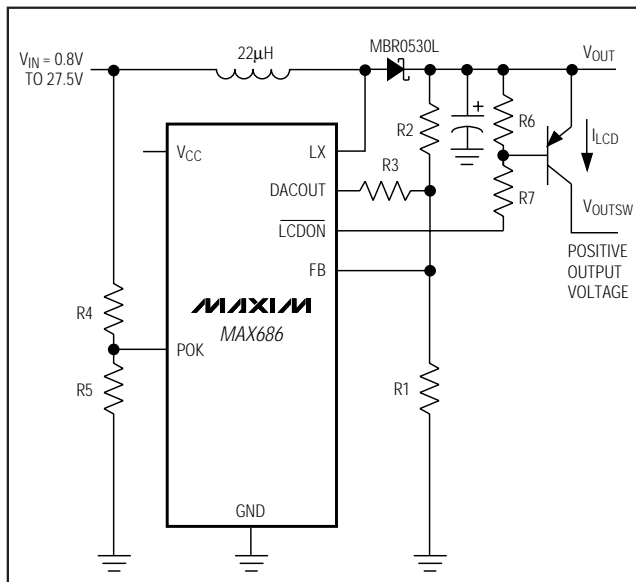
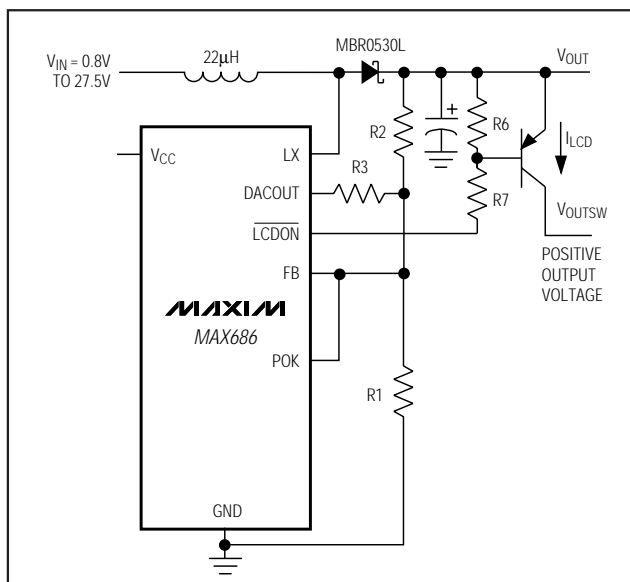

図6. 入力電圧の監視にPOKを使用
図7. 出力電圧の監視にPOKを使用
POKはパワーOKコンパレータの入力です。このコンパレータは、内部NチャネルMOSFETを駆動します。MOSFETのオープンドレイン出力LCDONは、1つの外部PNPトランジスタ又はPチャネルMOSFETを駆動することができますが、正のV_{OUT}をLCDに切り替えることとなります(図6及び図7参照)。POKの電圧が1.125Vを超えると(パワーOK)、LCDONがローになり、外部PNPトランジスタがオンになります。POKの電圧が1.125V以下に下がると(パワーノットOK)、外部PNPトランジスタがオフになり、LCDディスプレイへの電源が切れます。この特長により、LCDディスプレイを不正レベルの電圧から保護します。シャットダウン又は低電圧ロックアウト時は、LCDONがハイインピーダンスになります。
POKの電圧が1.125V(typ)以上になると、オープンドレインLCDON出力がローに引き下げられます。外部PNPトランジスタでMAX686の正出力をオンに設定するための制御では、LCDONで27.5Vまでに対応できません(図6及び図7)。PFETも使用できますが、この場合は抵抗分圧器も使用し、PFETが V_{GS} 定格を越えないようにすることが必要です。この機能の便利なアプリケーションとしては、次の3つがあります。
- 正出力に対する入力センスカットオフ。POKは、入力電圧を検出するために分圧器に接続します。出力スイッチがオンになるのは、入力が設定したレベルに達した時のみです(図6)。
- 正出力に対する出力センスカットオフ。POKは、出力電圧を検出するためにフィードバック分圧器に接続します。出力スイッチがオンになるのは、出力が設定電圧の90%に達した時のみです(図7)。
正出力電圧を検出する場合は、出力電圧を監視するためにPOKを直接FBに接続します(図7)。POKスレッシュホールドは、FBの設定電圧の90%です。従って、出力電圧が設定値から10%低下すると、POK回路によって外部PNPトランジスタがオフに設定され、負荷の接続が切断されます。
入力電圧の検出では、VINからPOKの抵抗分圧器(図6のR4からR5)が、 $V_{POK} > 1.125V$ でローに引き下がるオープンドレイン出力LCDONを制御します。R5には100kを選択してください。例えば、最小バッテリー電圧が5.3Vとすると、R4の値は次のようになります。